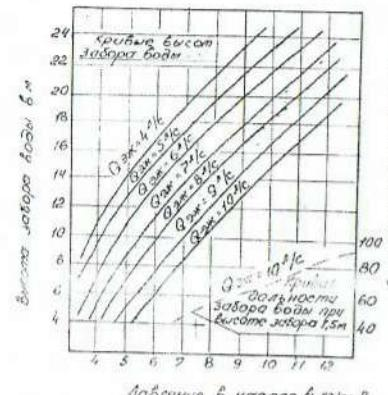

Рис. 3.
5.9. Для определения потребного давления в насосе в зависимости от глубины отбора воды и величины эжектируемого расхода служит график, представленный на рис.3 График построен для случая, когда длина напорных линий не превышает